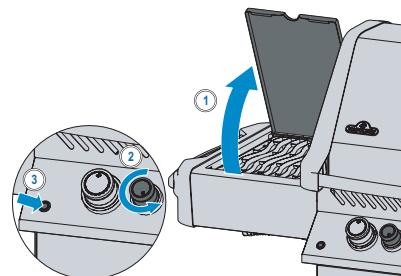

Рис. 2
5. Если горелка не зажигается, поверните ручку горелки в положение «Выкл» по часовой стрелке и подождите 5 минут. Повторите шаг 3 и шаг 4. (Рис. 2)
4. Если горелка не зажигается, поверните ручку горелки в положение «Выкл» по часовой стрелке и подождите 5 минут. Повторите шаг 2 и шаг 3. (Рис. 2)